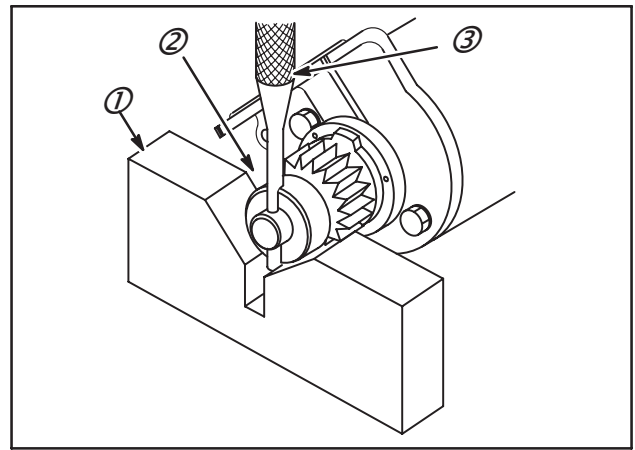

Fig. 63
1. Poser l'arrêteur (2) dans le bloc en "V" (1) comme indiqué en Fig. 63.
2. Chasser la goupille avec un marteau et un poinçon de 3 mm de diamètre (3).